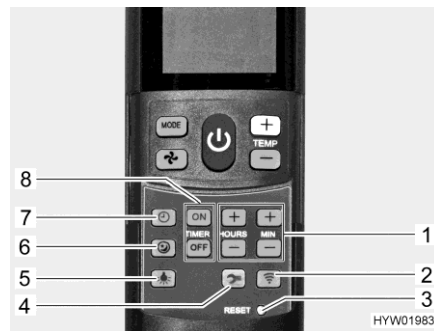

Bild 230 Fjärrstyrning med inställningsknappar (klimatanläggning)
- Tryck på knappen för tyst körning (Bild 230,6). I kyl drift går fläkten med ett lägre varvtal och blir då mycket tystare.
- Tryck på knappen för klocka (Bild 230,7).
- Ställ in timme och minuter med knapparna (Bild 230,1).
- Tryck ner knapp "ON" (Bild 230,8).
- Tryck på knapparna för tidsinställning (Bild 230,1) tills önskat tidsintervall fram till start nås.
- Tryck ner knapp "OFF" (Bild 230,8).
- Tryck på knapparna för tidsinställning (Bild 230,1) tills önskat tidsintervall fram till urkoppling nås.
- Tryck ned knappen "ON" eller "OFF" (Bild 230,8) en gång till.
- Slå på belysningen: ■ Tryck på knappen för belysning (Bild 230,5). Belysningen kopplas in med det senast använda dimningsnivån.
- Dimma belysningen: ■ Tryck in knappen för belysning (Bild 230,5) och håll den intryckt tills önskad ljusstyrka uppnås.
- Slå av belysningen: ■ Tryck på knappen för belysning (Bild 230,5).
- ▷ Setup knappen (Bild 230,4) har uppgiften att ansluta fjärrstyrningen med klimatanläggningen vid den första idrifttagningen.